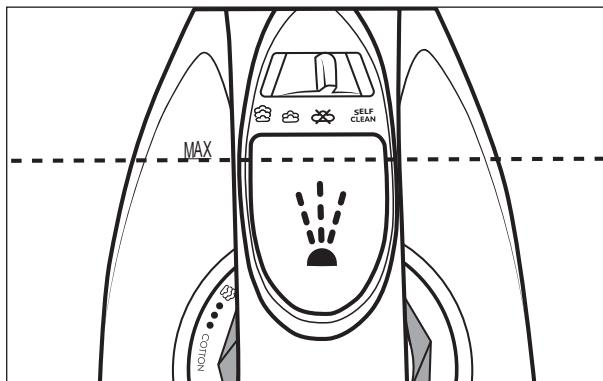

Abb. 1
- 3) Befüllen Sie mit dem Messbecher **11** den Wassertank **2** bis höchstens zur Markierung **MAX** (siehe Abb. 1).